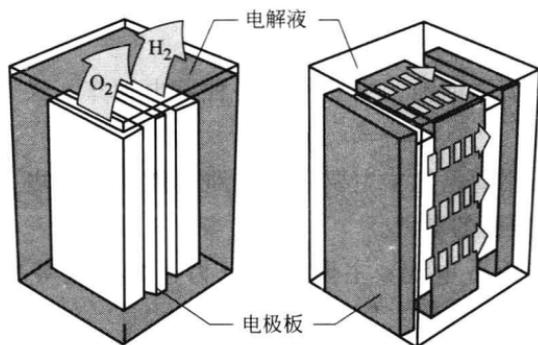

图 1-2 阀控式密封铅酸蓄电池 (右) 与富液式电池 (左) 比较
① 富液式电池 (Flooded Battery)。或称湿电池,是最常规并应用至今的铅酸电池,电池中有大量流动电解液。欧洲电信用后备电源主要采用富液式电池 (OPZS)。其优点是使用寿命长,电池一致性好,浮充电电压差小;缺点是运行过程中要定期加酸加水、调整电解液密度,有酸雾溢出,不能和通信设备放置在同一室内。
② 阀控式密封铅酸蓄电池 (Valve Regulated Lead Acid Battery)。缩写为 VRLA 电池。VRLA 电池与富液式电池的区别如图 1-2 所示。1971 年美国 Gates 公司首先把超细玻璃纤维隔膜 (Absorbed Glass Malt) 用于铅酸蓄电池,使电解液被吸收于 AGM 隔膜中,制成贫液式电池,达到气体复合的目的,使铅酸蓄电池实现了密封的梦想。VRLA 电池一问世,立即得到通信行业、电力工业的广泛应用。